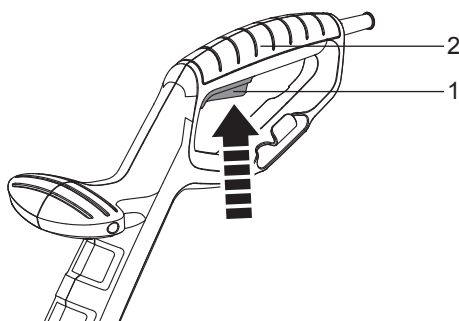

Fig. 6
- > Apriete el gatillo interruptor (1) para poner en marcha la herramienta (Fig. 6).
- > Suelte el gatillo interruptor (1) para apagar la herramienta.